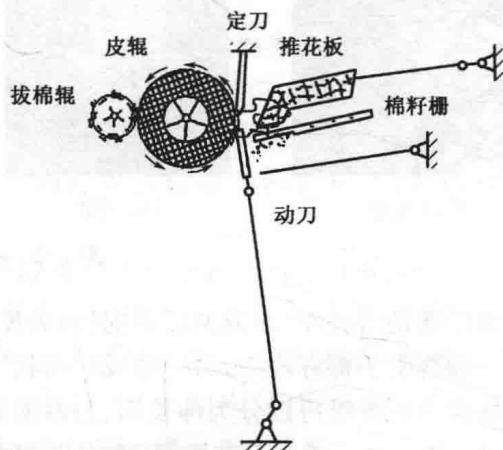

图 1-5 皮辊轧花机轧花原理图
(2) **皮辊轧花与皮辊棉** 皮辊机的工作原理是利用表面毛糙的皮辊的摩擦作用,带住籽棉纤维从上(定)刀与皮辊的间隙通过时,依靠下(动)刀向上的冲击力,使棉纤维与棉籽分离(图 1-5)。